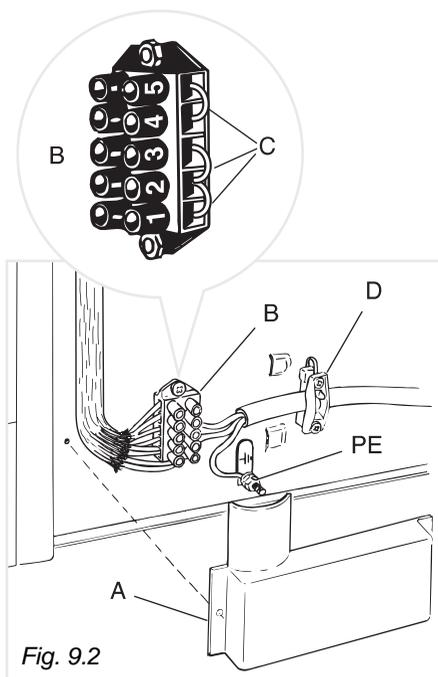

Fig. 9.2
- Per le cucine **HE.. 554 P** posizionare i cavallotti **"C"** sulla morsetteria **"B"** (Fig. 9.2) secondo lo schema di fig. 9.4.